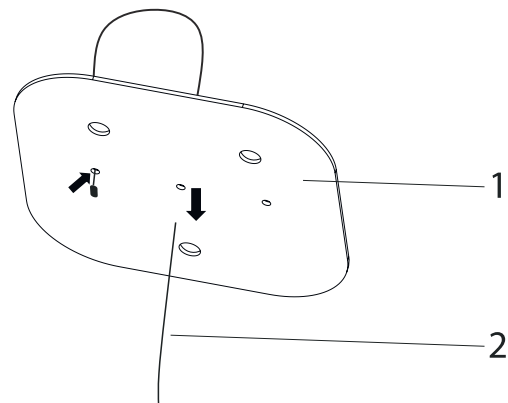

Fig. 8
2. ➔ Skub stålwiren igennem ophængningspladen som vist på figur (Fig. 8).